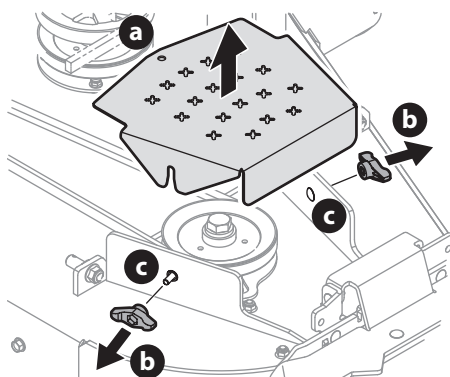

Fig. 39
3. Pour retirer les couvercles de courroie (a), retirez les boutons à ailettes (b) des vis du chariot (c) qui les fixent au plateau de coupe (Fig. 39).